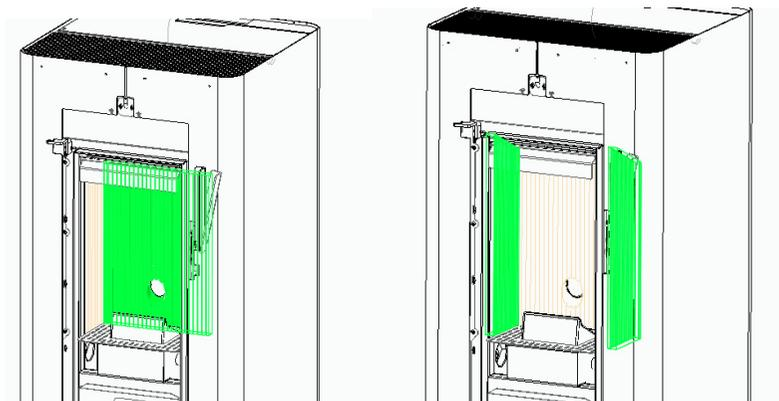

Figure 34 - Retrait vermiculite
- Retirez ensuite les parties de vermiculite en les détachant des supports qui les supportent (Figure 34). Pour les enlever, suivez une séquence, enlevez d'abord la vermiculite postérieure (1), puis les côtés (2).